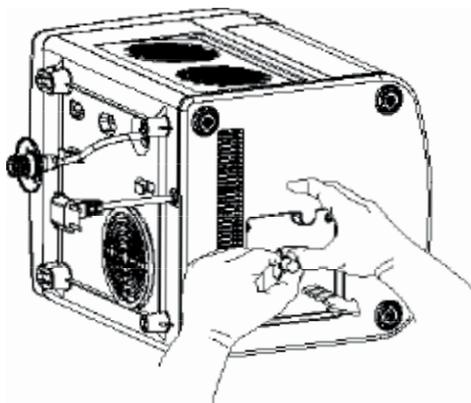

Fig. 01
- Na parte inferior do produto, retire a abraçadeira da tampa do dreno: para desencaixar, basta pressionar a trava na extremidade e retirar com a mão a abraçadeira de aço (Fig. 01).